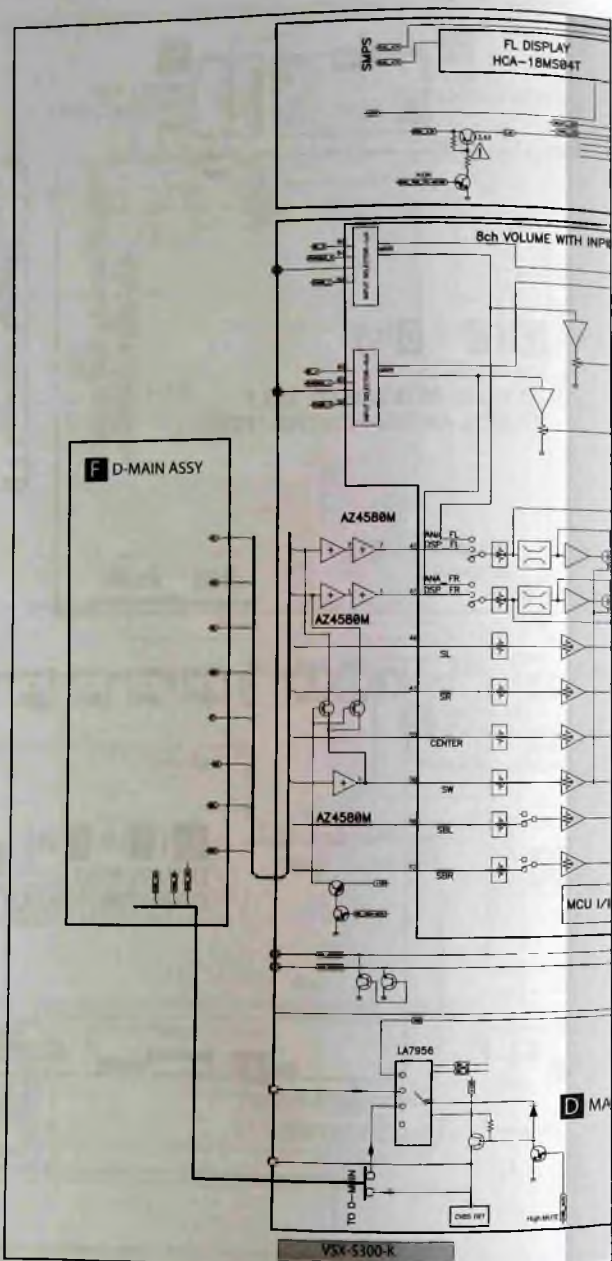

Рис. 4. Общая структурная
Предварительную диагностику неисправностей рассматриваемых AV-ресиверов можно проводить, ориентируясь на структурные схемы, приведенные на рис. 4, 5, и сборочный чертеж, приведенный на рис. 6 (для модели VSX-S300-K) — см. вкладку. Основная часть электронных компонентов аппаратов установлена на платах D, F, H, I, J, L.
- IC1303 ePAD (на рис.4 HDMI RECEIVER) — приемник